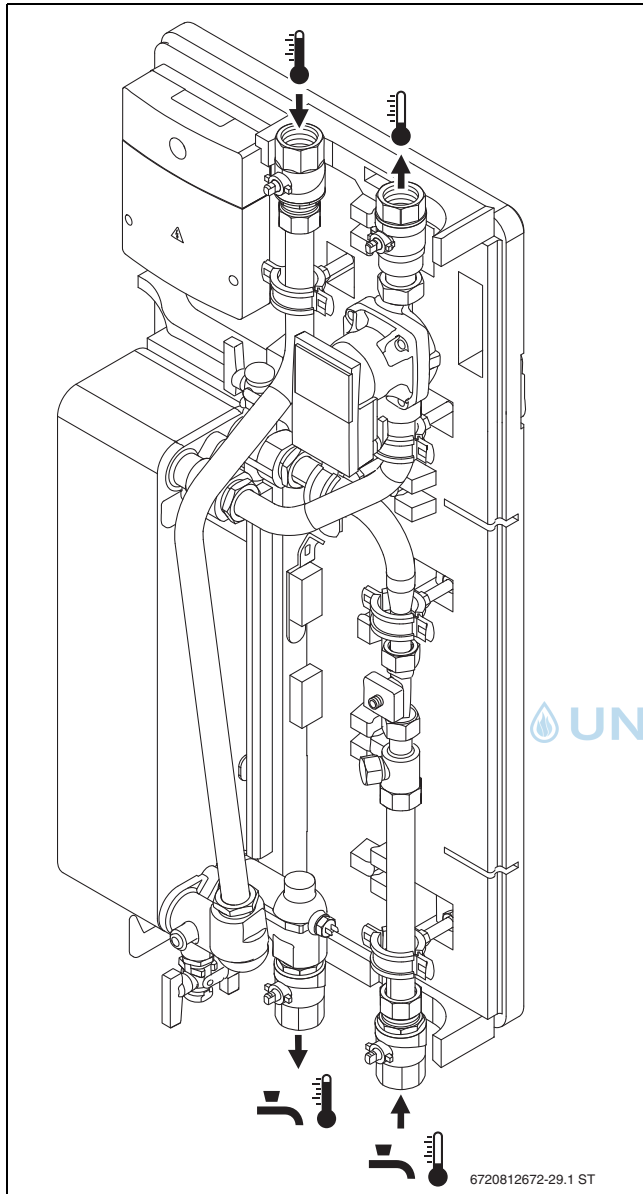

Bild 32 Einzelstation hydraulisch anschließen
- Primär- und sekundärseitigen Anschluss an die Frischwasserstation vornehmen (→ Bild 32).